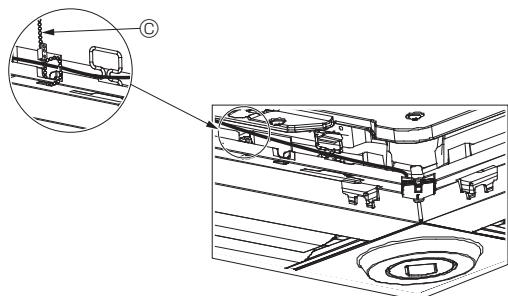

Fig. 5-13
- Zeker de bedrading van de i-See-sensor en signaalontvanger op het paneel met een clip zoals aangegeven in de tekening, zodat er geen speling in de bedrading zit en snij vervolgens het overtollige eind van de clip af. (Fig. 5-13)
- Als de positie van de i-See-sensor is gewijzigd van de positie “○” (E) naar de positie “□” (F), wijzig dan de schakelaarinstellingen. (Raadpleeg pagina 61.)